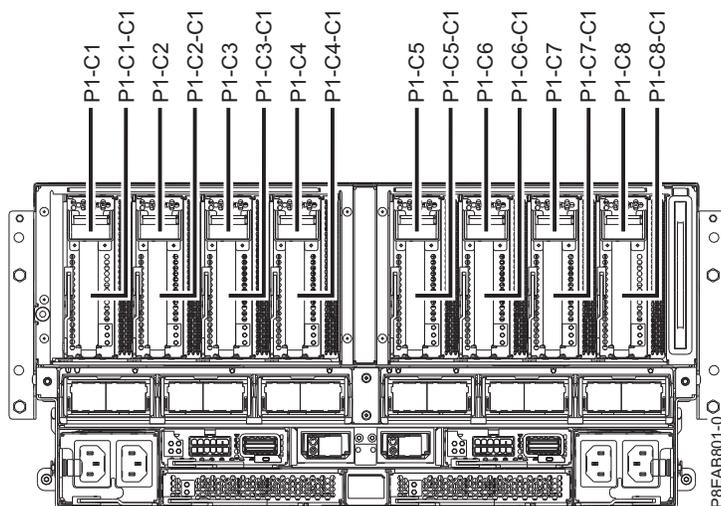

図 13. システムの PCIe アダプター・スロットの位置
- PCIe アダプターを取り付けるスロットを決定します。PCIe アダプターのスロットはシステムの背面にあります。図 13 は、PCIe アダプターのロケーション・コードを示しています。